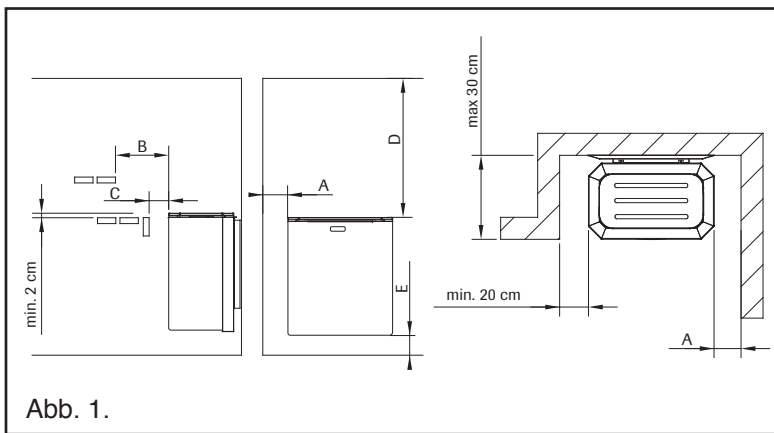

Abb. 1.
\*\*) Siehe Abb. 1 \*) Anschlusskabel: Gummikabel H07RN-F oder Vergleichbares
- Die NARVI NC-Saunaöfen mit 6,0 kW können auch in einer Wandvertiefung angebracht werden, wobei allerdings die Sicherheitsabstände entsprechend Abbildung 1 eingehalten werden müssen.